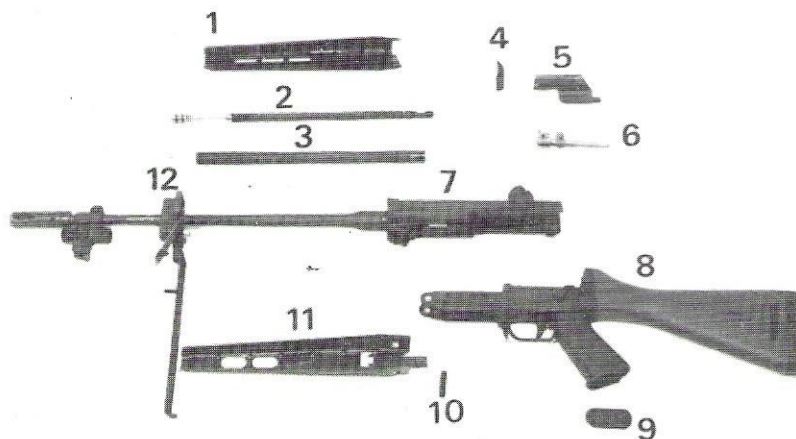

Figure 3 :
- accrocher l'étrier à la barrette de la bague verrou repère 12 ,(fig 3),